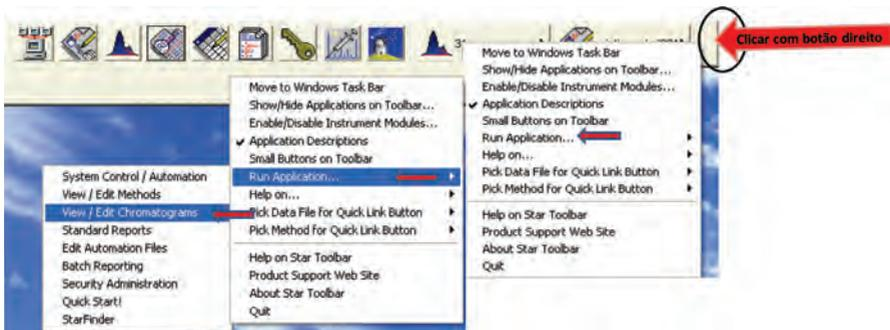

Figura 31. Comandos de entrada na view de edição de cromatogramas.
- A partir da **Star Toolbar** (página de apresentação da *Workstation*), com o botão direito do mouse, selecionar **Run Application** (Figura 31) e **View/Edit Chromatograms** ou clicar no ícone (▲).